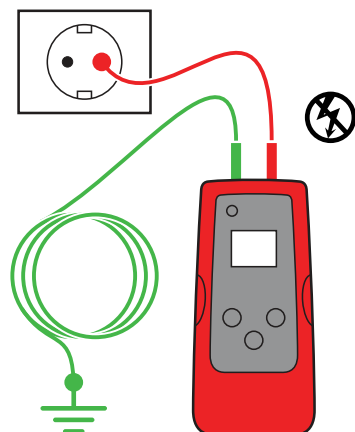

Figura 3.3a
3. Collegare il cavetto verde a una Terra separata (struttura di metallo della costruzione, tubo dell'acqua di metallo, o cavo di terra/messa a terra di sicurezza (PE) su un circuito separato).
**ATTENZIONE:** Per ragioni di sicurezza questo è consentito solo in circuiti senza tensione. (Vedi figura 3.3a) Non utilizzare un cavo di terra che corre parallelamente al cavo che si sta per tracciare, perché si ridurrà o si annullerà il segnale di tracciamento.